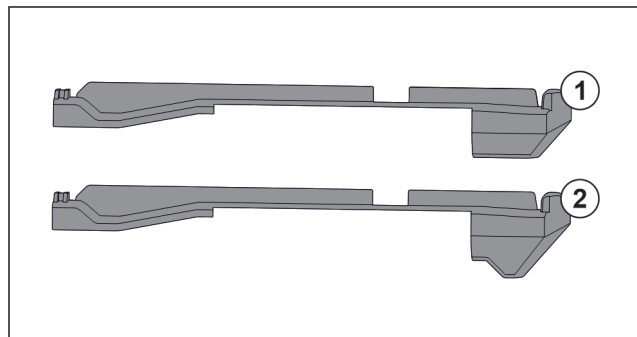

Fig. 141 Porovnání nasazovacích dílů
V přístroji se nacházejí dva různé nasazovací díly. Nasazovací díl nad nejspodnější zásuvkou Fig. 141 (2) má hranu trojúhelníkového tvaru. Všechny ostatní nasazovací díly Fig. 141 (1) mají rovnou hranu.
- Nasazovací díl Fig. 141 (2) s hranou trojúhelníkového tvaru připevněte nad nejspodnější zásuvkou.
- Nasazovací díl Fig. 141 (1) s rovnou hranou připevněte na všech ostatních místech.